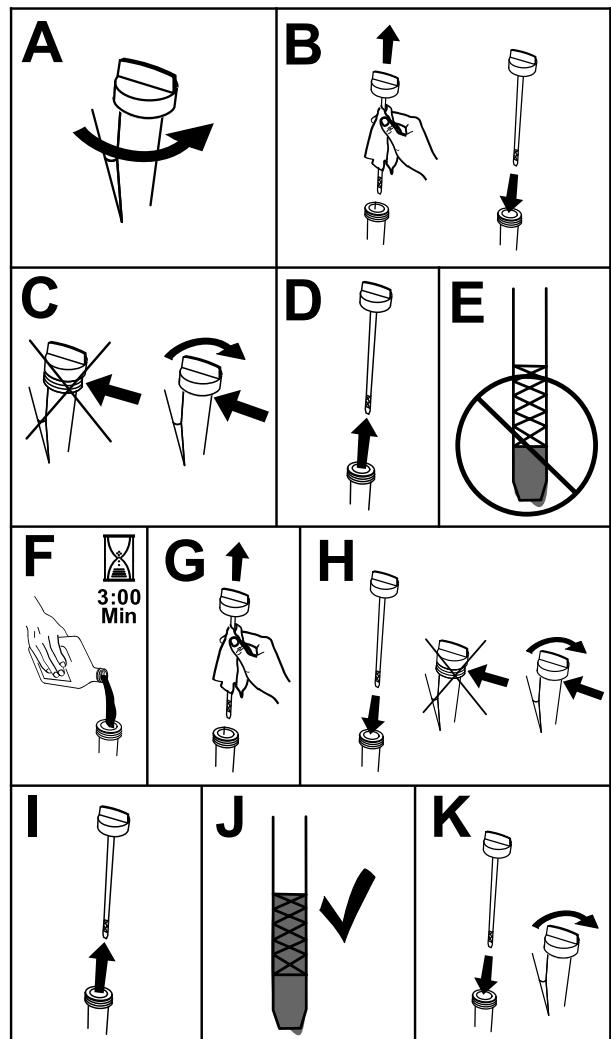

Figura 40
3. Per tenere lo sporco, gli sfalci d'erba, ecc, lontani dal motore, pulite l'area attorno al tappo del serbatoio dell'olio e all'asta di livello prima di rimuoverlo (Figura 40).